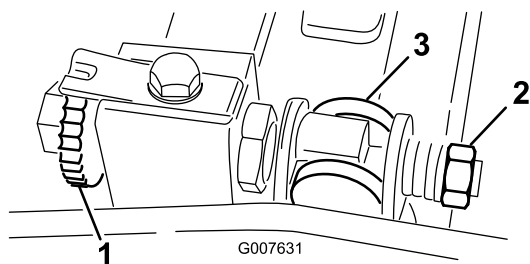

Figura 56
1. Ruotate la vite di regolazione della barra di appoggio in senso antiorario per allontanare la controlama dal cilindro (Figura 56).
2. Allentate il dado di tensione della molla, finché la rondella non sarà più in tensione contro la barra di appoggio (Figura 56).